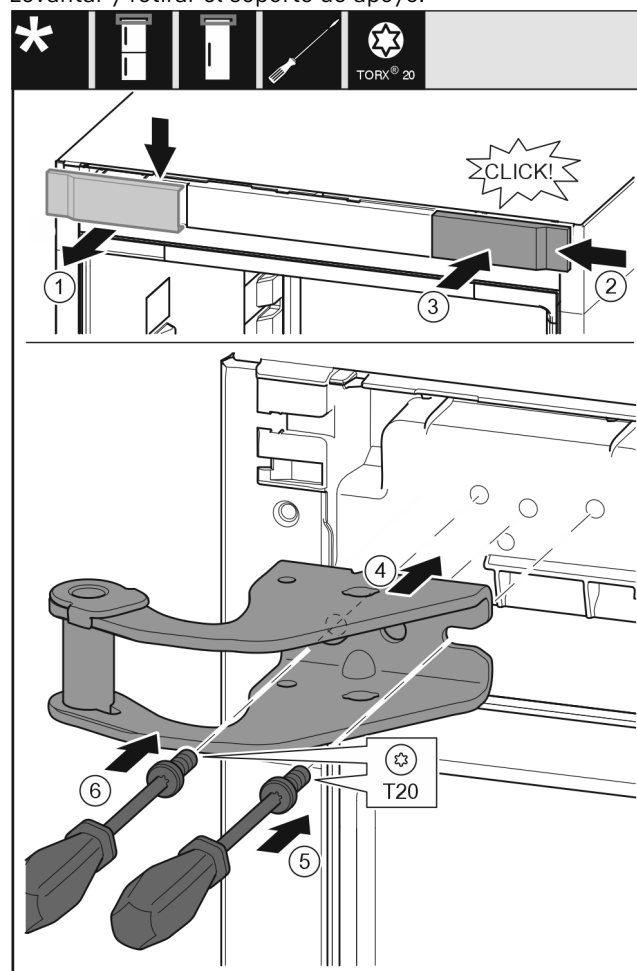

Fig. 15
- Retire la cubierta Fig. 15 (1) de arriba hacia delante.
- Gire la cubierta Fig. 15 (2) 180° y engánchela por el otro lado de la derecha.
- Encaje la cubierta Fig. 15 (3).
- Coloque el soporte del cojinete superior Fig. 15 (4).
- Coloque y apriete el tornillo Fig. 15 (5) con un destornillador.
- Coloque y apriete el tornillo Fig. 15 (6) con un destornillador.